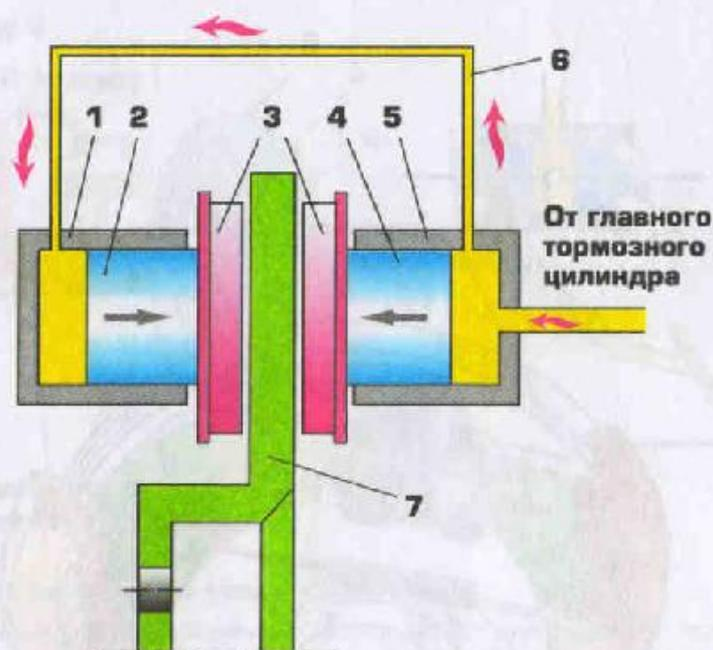

Рис. 38. Схема дискового тормоза:
*Тормоз дискового типа* (рис. 38) состоит из тормозного диска 7 колеса, с обеих сторон которого расположены колесные цилиндры 1 и 5. В цилиндрах установлены поршни 2 и 4, на которых закреплены тормозные колодки 3. При нажатии на педаль тормоза тормозная жидкость поступает от главного тормозного цилиндра в колесные цилиндры. Под давлением жидкости поршни начинают перемещаться, выбирая зазор между колодками и диском. При этом колодки с одинаковым усилием прижимаются к диску с обеих сторон диска, и колесо замедляет вращение вплоть до остановки. Если поршень установлен с одной стороны колеса, противоположная по от-